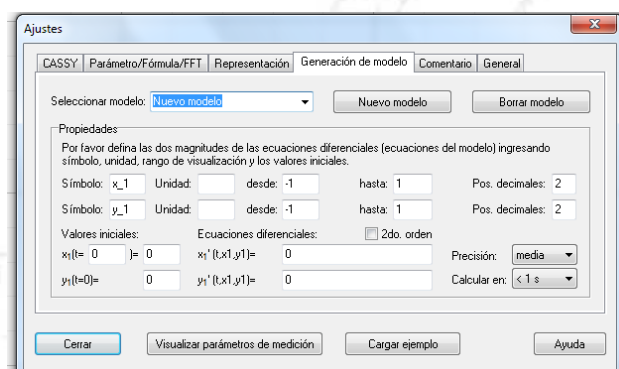

Figure 10. "Generación de modelo" of CASSY.
- **Fourth**, In the option "generación de modelo", (figure 10). First click in "nuevo modelo" and then check : in Simbolo x\_1 desde -1 1; in Simbolo y\_1 desde -1 1